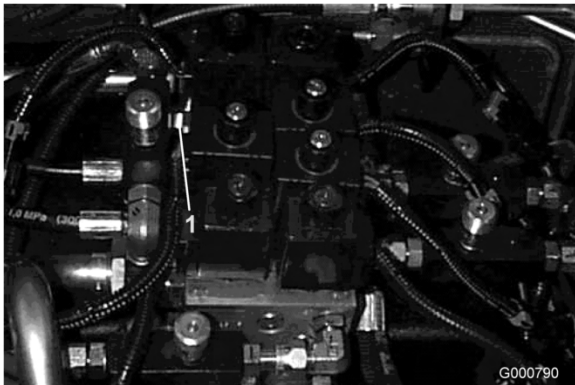
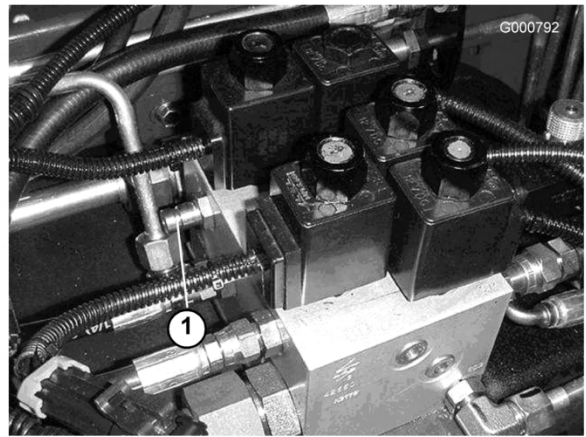

図 66
図 67
1. テストポートA (図 66 と 図 67) は、昇降シリンダの故障探究用です。